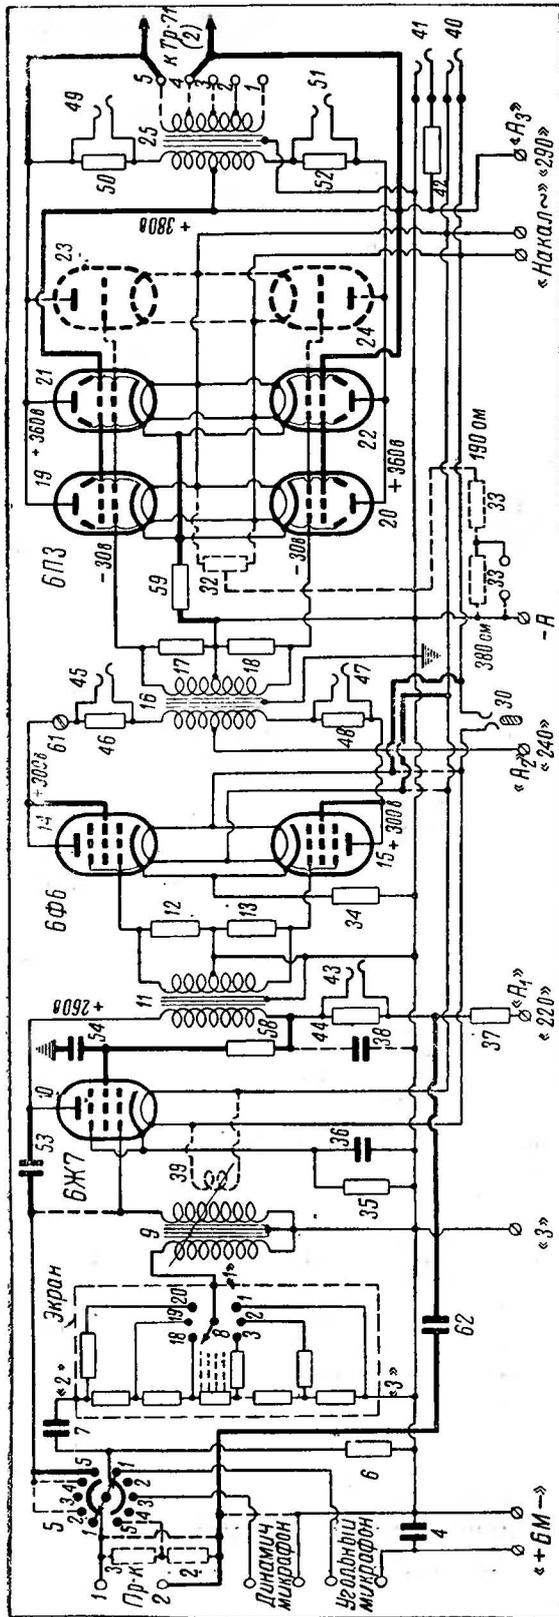

Рис. 1
Принципиальная схема усилителя УП-8 приведена на рис. 1. На этой схеме, как и на всех последующих рисунках настоящей статьи, детали и соединительные проводники, подлежащие исключению, обозначены пунктиром, новые детали и проводники — жирными линиями, а детали и узлы схемы, не подлежащиеся переделке, вычерчены тонкими линиями.
В усилителе УП-8 на первом месте применяется лампа 6Ж7, на втором месте — две лампы 6Ф6, включенные триодами, и в выходной ступени — четыре лампы 6П3. Из схемы (рис. 1) исключаются следующие детали:
Концы вторичной обмотки выходного трансформатора Тр-51, обозначенного на схеме цифрой 25, отключаются и изолируются. Освободившийся зажим 4 с внутренней стороны шасси соединяется с цепью экранирующих сеток, а зажим 5 — с анодной цепью ламп 6П3 (рис. 1).
Для автоматической подачи напряжения смещения на лампы 6П3 используется сопротивление 59 величиной 380 ом. Это сопротивление у непеределанного усилителя включено в цепь сеток ламп УО-186 (левое сопротивление 33 на рис. 1).
Входная цепь и первая (микрофонная) ступень усилителя переделываются в соответствии с изменениями, указанными на рис. 1.
Схема переключателя (5) видов работы переделывается так, как указано на рис. 1.